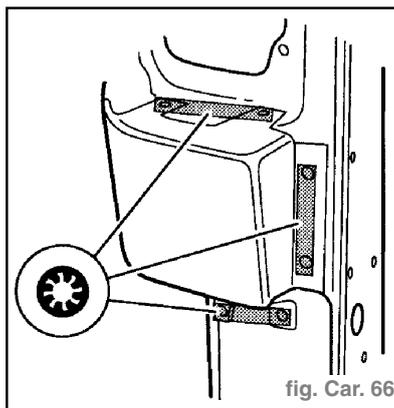

fig. Car. 66
- Souder l'insert par bouchonnage sous gaz de protection (fig. Car. 66).